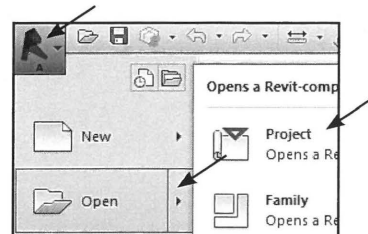

Fig. 16.11.
- Åben nu centralfilen igen, hvis du har haft den lukket, gør det med *Application Menu - Open* (Fig. 16.11).